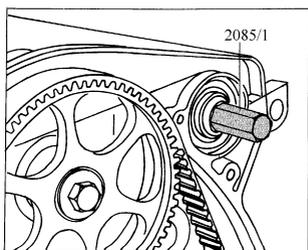

图 2-98 拧入 2085/1 为油封提取器导向
- 5) 如图 2-98 所示,用手拧入 2085/1,用来为油封提取器导向。